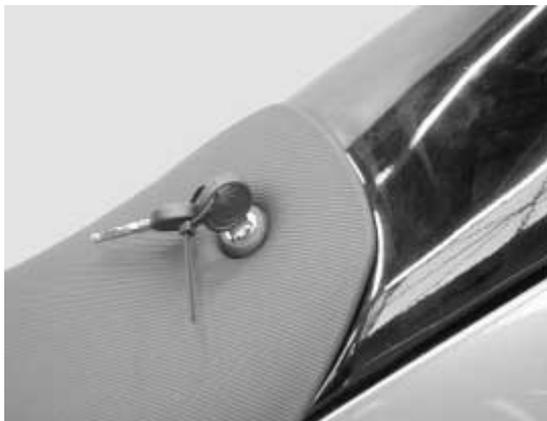

Fig. 2
2. Rode a chave como mostra a fig. 2